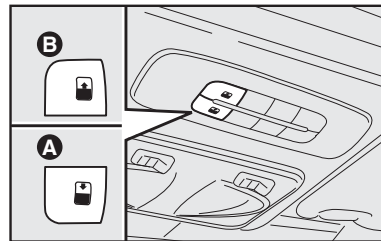

fig. 91
Acionar o botão **B-fig. 91** que permite duas modalidades de abertura do vidro móvel (dianteiro).
Acionando o botão **B-fig. 91**, de completamente fechado, o vidro dianteiro passa à posição de spoiler; um segundo acionamento leva o vidro à posição de máximo conforto (menor ruído aerodinâmico); um terceiro acionamento levará o vidro à posição de máxima abertura. Depois do acionamento inicial de abertura, o vidro poderá ser parado em posição intermediária apertando novamente o botão.
Pressionando o botão **B-fig. 91**, de completamente fechado, o vidro anterior se move e pára quando o botão **B-fig. 91** é novamente pressionado. Com pressões sucessivas do botão, sempre no mesmo intervalo de tempo, o vidro se moverá até alcançar a posição de máxima abertura. Esta função permite ao usuário posicionar o vidro dianteiro em posições intermediárias àquelas realizadas pela abertura automática.
Da posição de abertura em que se encontra, pressionar o botão **A-fig. 91** e, mantê-lo pressionado por mais de meio segundo, o vidro anterior do teto solar se fechará automaticamente até a posição “spoiler”. Pressionando novamente o botão **A-fig. 91** por mais de meio segundo, o vidro dianteiro se fecha completamente.
Assegurar-se que o vidro seja completamente fechado e, caso não ocorra o fechamento, acionar o botão **A-fig. 91** novamente.
- atuar no botão **A-fig. 91** e fechar completamente o teto solar através do procedimento manual;
- pressionar o botão **A-fig. 91** até que sejam ouvidos dois ruídos (“clac”);